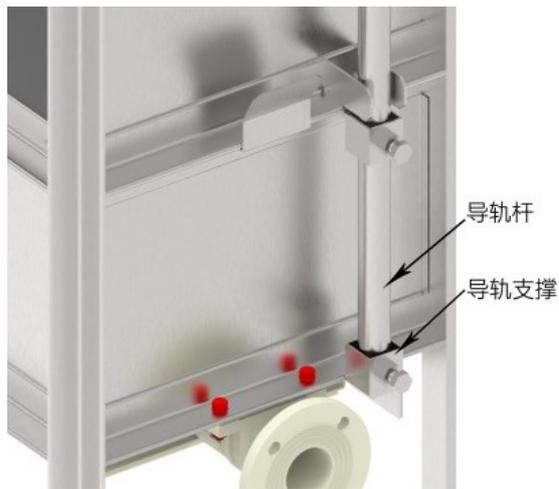

图 10
- a) 曝气箱固定后，将导轨杆安装在曝气箱两侧的导轨支撑上(如图 10 所示)；